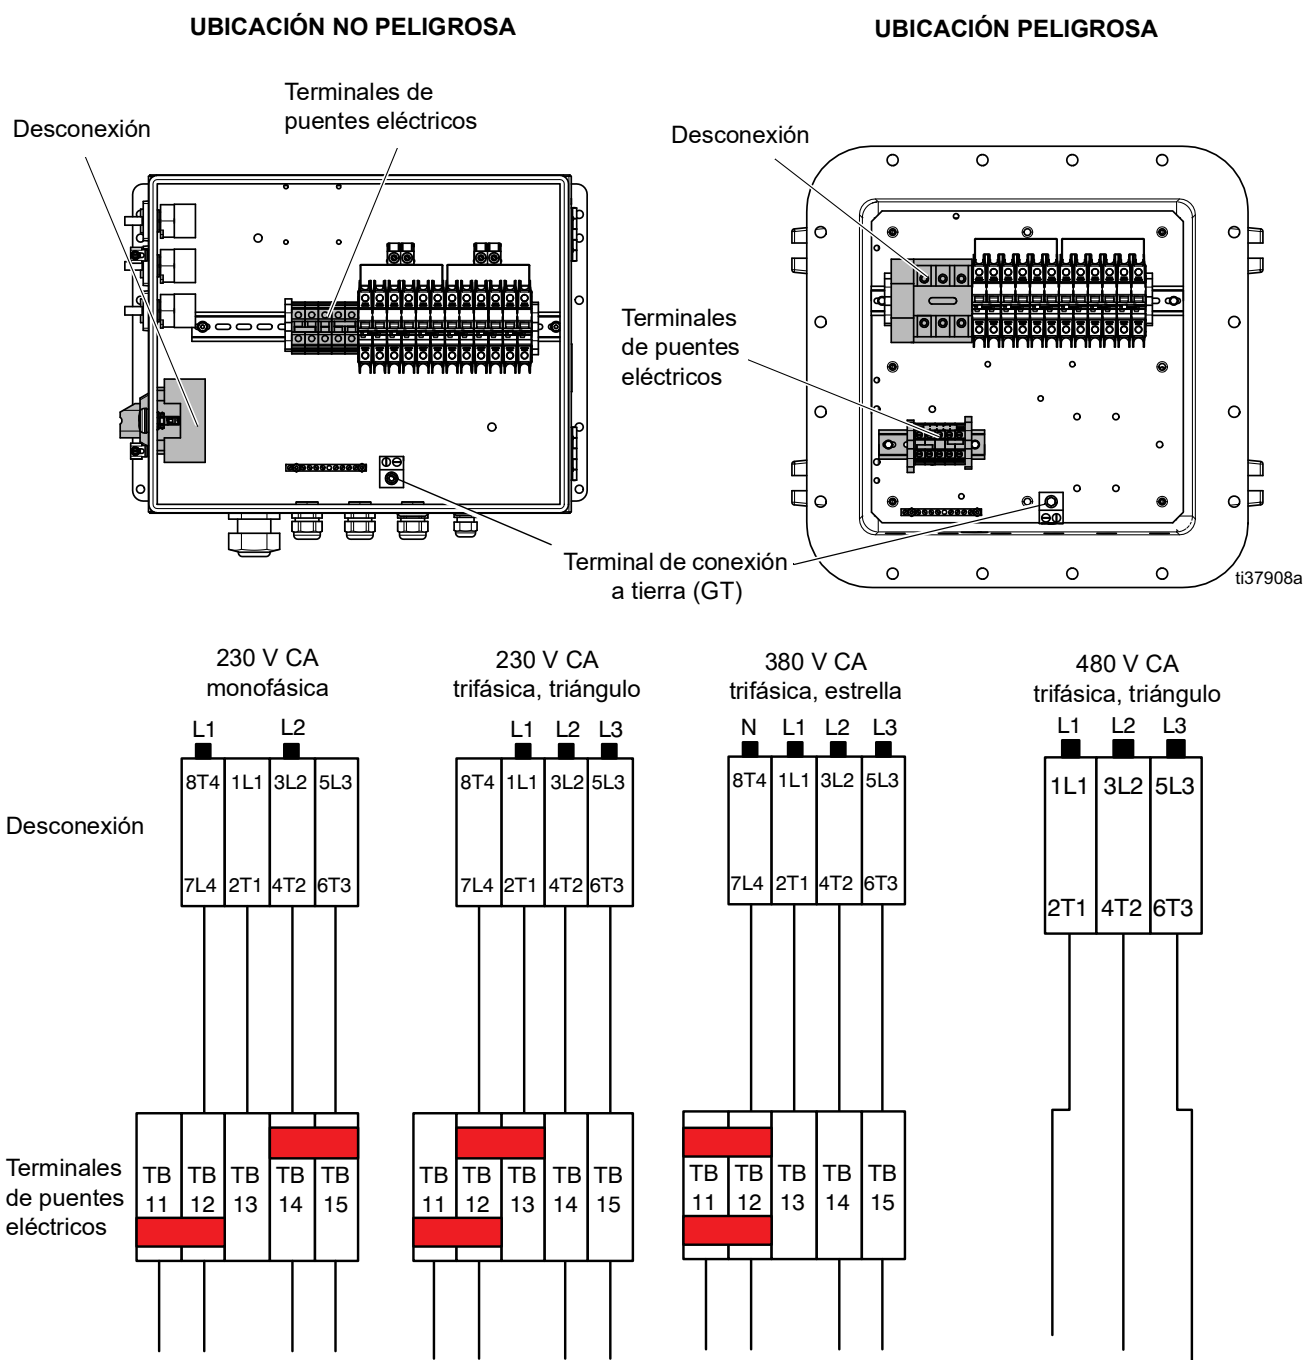

FIG. 7: Diagrama de cableado de XM
4. Conecte el cable de tierra al terminal de conexión a tierra (GT). Consulte la FIG. 7, página 29.
5. Conecte el cable de alimentación a la desconexión como se muestra en la FIG. 7, página 29. Apriete los conductores a un par de 6,2 N•m (55 lb-pulg.). Tire suavemente de todas las conexiones para verificar que estén bien fijadas.
6. **Solo ubicaciones no peligrosas:** apriete el casquillo de alivio de tensión (BH).
7. Instale los terminales de los puentes eléctricos suministrados en las posiciones mostradas en la FIG. 7, página 29.
8. Verifique que todos los elementos estén bien conectados como se muestra en la FIG. 7, página 29 y, después, cierre la puerta de la caja de conexiones.